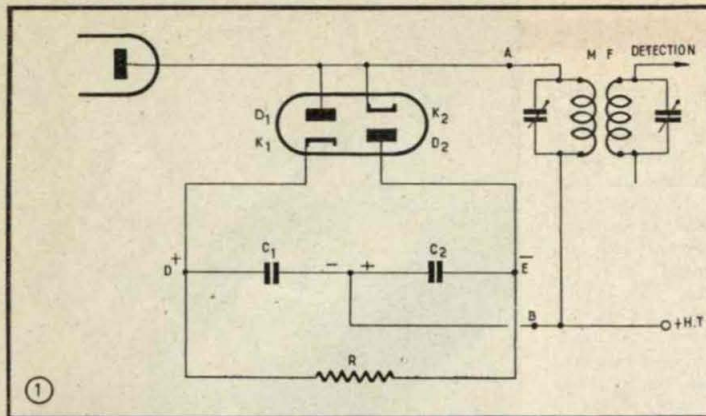

Fig. 1. — Ce limiteur de parasites agit AVANT la détection.
L'acquisition d'un bloc préfabriqué, tel que le bloc *Atlas*, résoudrait, naturellement, tous les problèmes, et c'est ce qui a été fait pour le *Maestro* : solution idéale pour le profane ou le technicien pressé, et qui évite à l'auditeur tout manquement compliqué. Mais le but poursuivi est autre, et apparaîtra au cours de la description des différents étages dont le schéma d'ensemble est donné en figure 1.
Fig. 1. — Schéma d'ensemble du bloc de réception. Tous les C_i font $0,1 \mu F$. Les contacts A à H font partie du commutateur de gammes (1 : G.O. ; 2 : P.O. ; 3 et 4 : O.C.). Les contacts M, N, P, R, S font partie du
rait d'apporter des accrochages et du souffle. On emploiera donc des bobinages à surtension modérée avec des lampes à faible pente. Le schéma d'ensemble (fig. 1) est réalisé avec trois transformateurs types 133-SV7, 133-SV7 et 134-7 (Alvar).
Fig. 5. — Amplificateur M.F. à deux étages avec jeu de bobinages Sécurité S.V. 215 + 215 + 216. Pour les valeurs, voir la figure 1. La bande passante augmente (de 1 à 5) de 2,5 kHz à 14 kHz à 6 dB.
Avec la détection à charge cathodique (fig. 1 et fig. 6B), on améliorera, au prix de complications mineures, les performances de l'étage détecteur. L'anode du tube détecteur, connectée à la haute tension, est au potentiel de la masse en alternatif, et la charge est insérée dans la cathode au lieu d'être dans la plaque (fig. 6), ce qui, de prime abord, ne modifie pas le fonctionnement du détecteur. Mais les éléments de détection R_a et C_a font partie à la fois du circuit d'anode et du circuit de grille, et la tension produite aux bornes de R_a par l'intensité anodique est reportée sur la grille. Les variations courant-plaque et tension-grille étant de sens inverses, on a affaire à une véritable contre-réaction qui s'exerce pendant les périodes de charge de C_a.
Une étude intitulée « La haute fidélité par l'amplification directe » a paru dans le n° 155 de cette Revue; les lecteurs intéressés pourront s'y reporter, et les schémas des figures 1 et 7 donnent toutes indications. On voit que le bloc de bobinages est utilisé à cette fin avec le tube H.F. normal (EF 41), et avec une nouvelle détectrice EF 42, grâce au commutateur (2) inséré dans le circuit de grille modulatrice. Ce commutateur assure également la commande de sélectivité sur trois positions, la 1^{re} étant celle de l'amplification directe. Les 5^e et 6^e positions sont réservées à la modulation de fréquence et au son de la télévision, et, malheureusement, encore inutilisées à Alger. Une réalisation de M. Jean Bernard permet, dans la région parisienne, la réception complète de ces émissions.
Le schéma de ce limiteur de parasites est d'une remarquable simplicité et l'on en conviendra en examinant la figure 1.
Il est évident que les circuits montrés par la figure 1 apportent une légère capacité aux bornes du primaire du transformateur M.F.